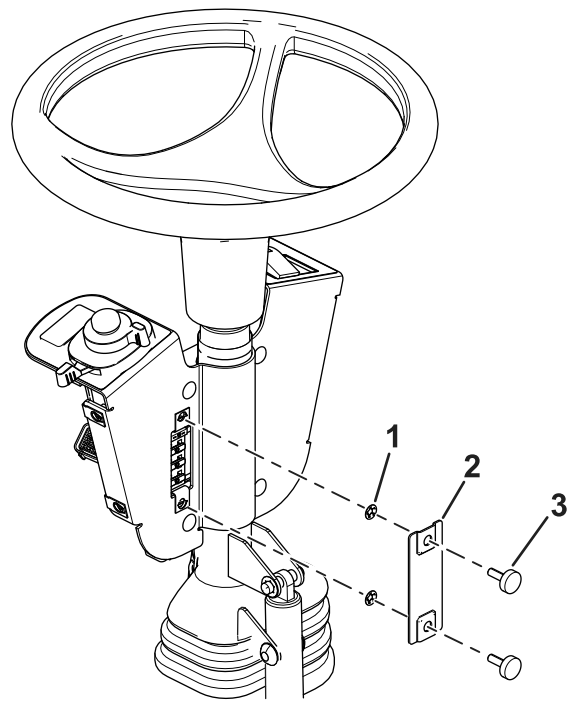

図 11
10. スイッチマウントにヒューズカバーを取り付けるつまみねじ本とプッシュナット個を使用する 図 11。
注 必ずヒューズカバーの内側にプッシュナットを入れてください 図 11。